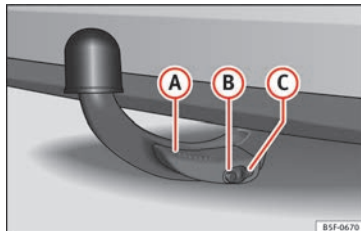

Fig. 229 Boule amovible fixée correctement
- Le levier (A) » fig. 229 est totalement relevé.
- La broche de déverrouillage (B) » fig. 229 ressort complètement (sa partie rouge et verte est visible).
- Le cache (C) » fig. 229 est mis en place sur la serrure.